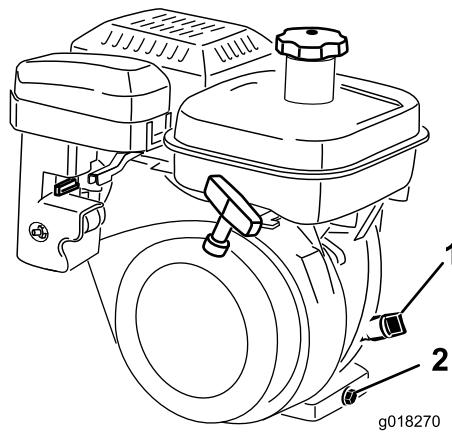

Bild 30
2. Stellen Sie den Rasenmäher so, dass der Motor eben steht und reinigen Sie dann den Bereich um den Ölpeilstab (Bild 30).
3. Nehmen Sie den Stab heraus. Drehen Sie ihn hierfür nach links (Bild 30).
5. Entfernen Sie den Peilstab und prüfen den Ölstand. Füllen Sie bei niedrigem Ölstand so viel Öl ein, dass der Stand zwischen der H- und L-Marke am Peilstab liegt (Bild 30).
2. Stellen Sie eine Auffangwanne am Heck der Maschine unter die Ablassschraube (Bild 30).